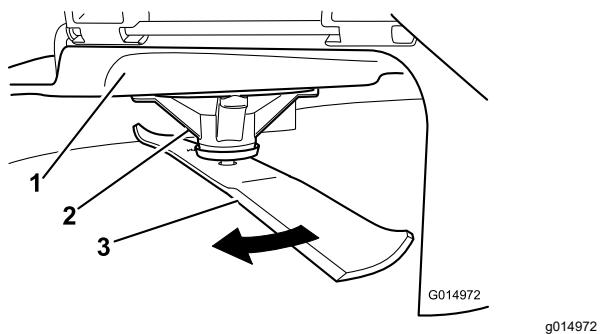

Figure 88
- Enfilez des gants épais ou utilisez une autre protection adéquate pour les mains, et faites tourner la lame lentement jusqu'à une position permettant de mesurer la distance entre le tranchant et la surface plane sur laquelle se trouve la machine (Figure 88).